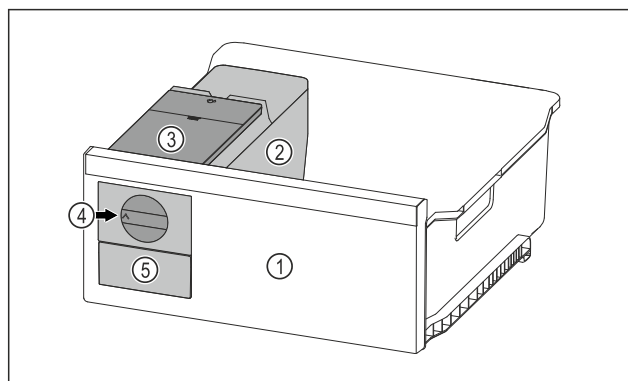

Fig. 78 Beispielhafte Darstellung
- Drehknopf Fig. 78 (4) im Uhrzeigersinn bis zum Anschlag drehen.
- Eiskwürfel fallen aus der Eiskwürfel-schale in das Eiskwürfel-schubfach Fig. 78 (5).